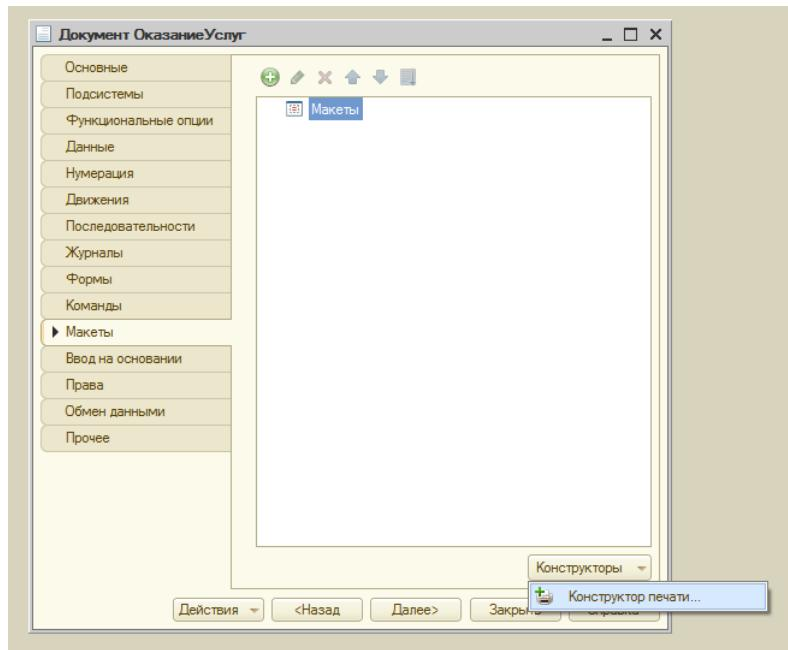

Рисунок 94 Вкладка Макет документа ОказаниеУслуг
- Перейдите на вкладку **Макет** и запустите **Конструкторы** – **Конструктор печати** (рис. 94).